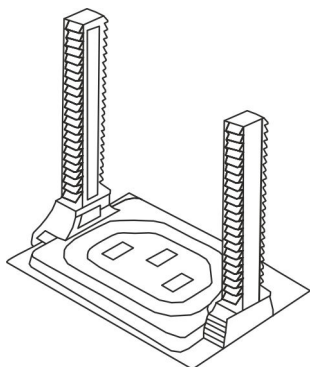

Fig. 16: Colocar los soportes
1. ▶ Monte los soportes introduciendo el gancho en los orificios situados a izquierda y derecha (Fig. 16).